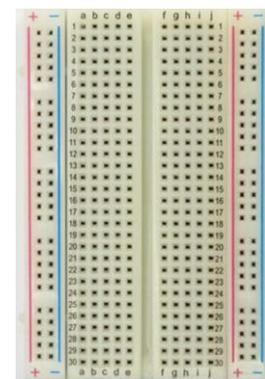

図 1a. 小型 Bread Board
- 1) Bread Board (BB : 400 孔) 1 個 (図 1a)